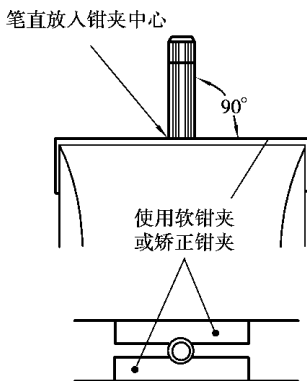

图 2.2.6
(1) 应将工件夹在虎钳卡爪的中央,如图 2.2.6 所示。